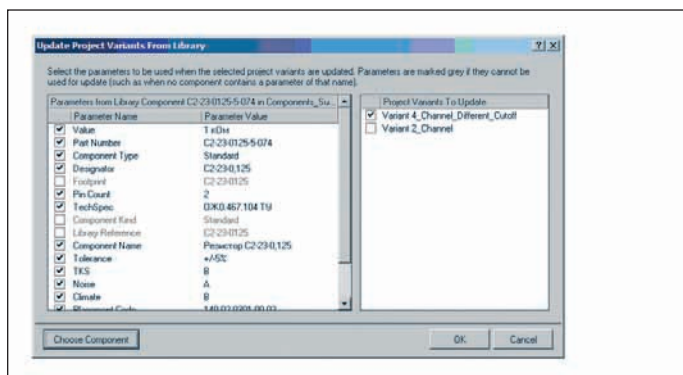

Рис. 9. Подтверждение изменения параметров варианта
4. Открывается окно подтверждения операции *Update Project Variants From Library* (рис. 9):